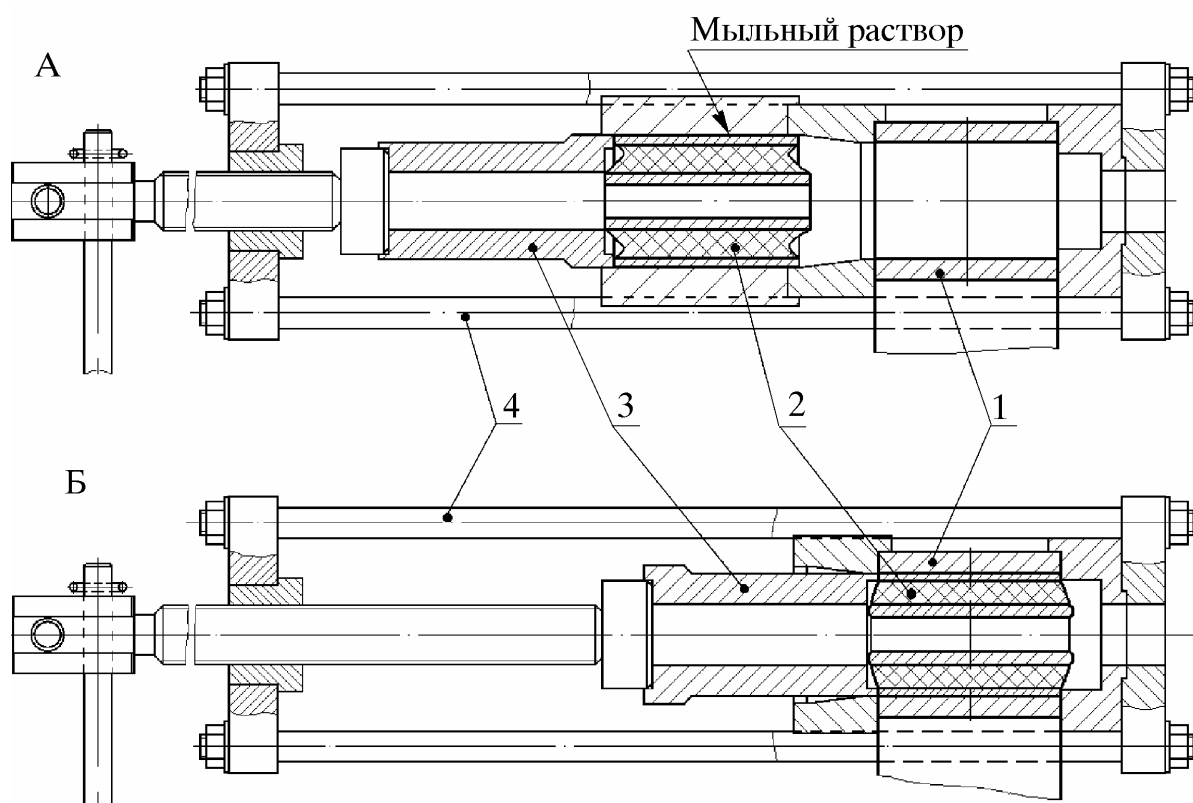

Рис. 9. Запрессовка резинометаллического шарнира в ушко рессоры:
6.1.1. Запрессовать шарнир 2 (рис. 9, А) в переднее ушко рессоры 1 с помощью приспособления 4, как показано на рис. 9, А, предварительно нанеся на его поверхность раствор мыла
6.1.2. Допрессовать шарнир 2 (рис. 9, Б) в ушко рессоры 1, перевернув оправку 3, как показано на рис. 9, Б.